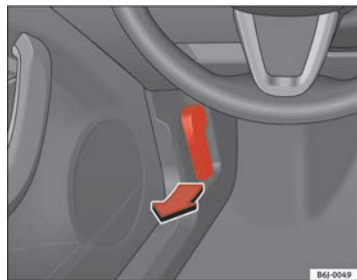

Abb. 116 Öffnungshebel für Motorraumklappe
- Ziehen Sie den Hebel unter der Instrumententafel ⇒ Abb. 116 in Pfeilrichtung. Die Motorraumklappe wird durch Federwirkung entriegelt ⇒ .